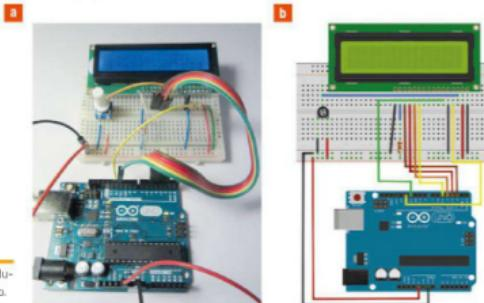

Figura 4.2 Collegamento tra Arduino e display: a) reale; b) simulato.
- Il display comunica attraverso 16 pin, 12 dei quali vanno collegati come specificato nella **tavola 4.1** e nello schema in **figura 4.2**.